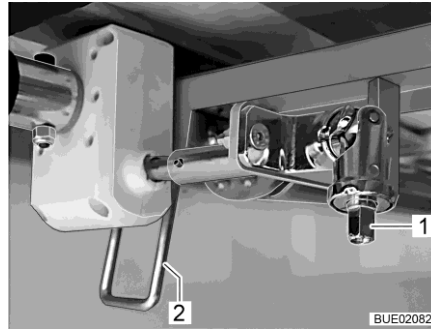

Fig. 142 Réglage en hauteur
- Enfoncer la manivelle sur le tenon (Fig. 142,1).
- Faire pivoter le levier (Fig. 142,2) vers le bas en position verticale.
- Faire pivoter le levier (Fig. 142,2) vers le haut en position horizontale.